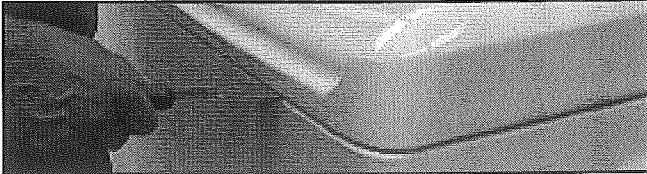

FIGURE 1
2. Fermer le couvercle à l'aide de ruban adhésif avant d'ouvrir le panneau supérieur. Ouvrir le panneau supérieur. Voir Figure 1.